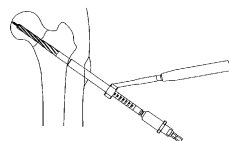

図 1-2
- ガイドピンをガイドに、ステップリーマーにて遠位側の穴あけを行います。(図 1-2)